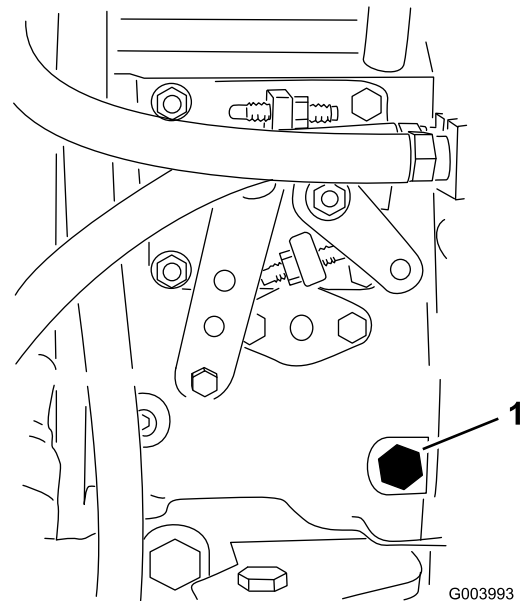

Figura 36
3. Abra el tornillo de purga de aire de la bomba de inyección de combustible (Figura 36) con una llave de 12 mm.